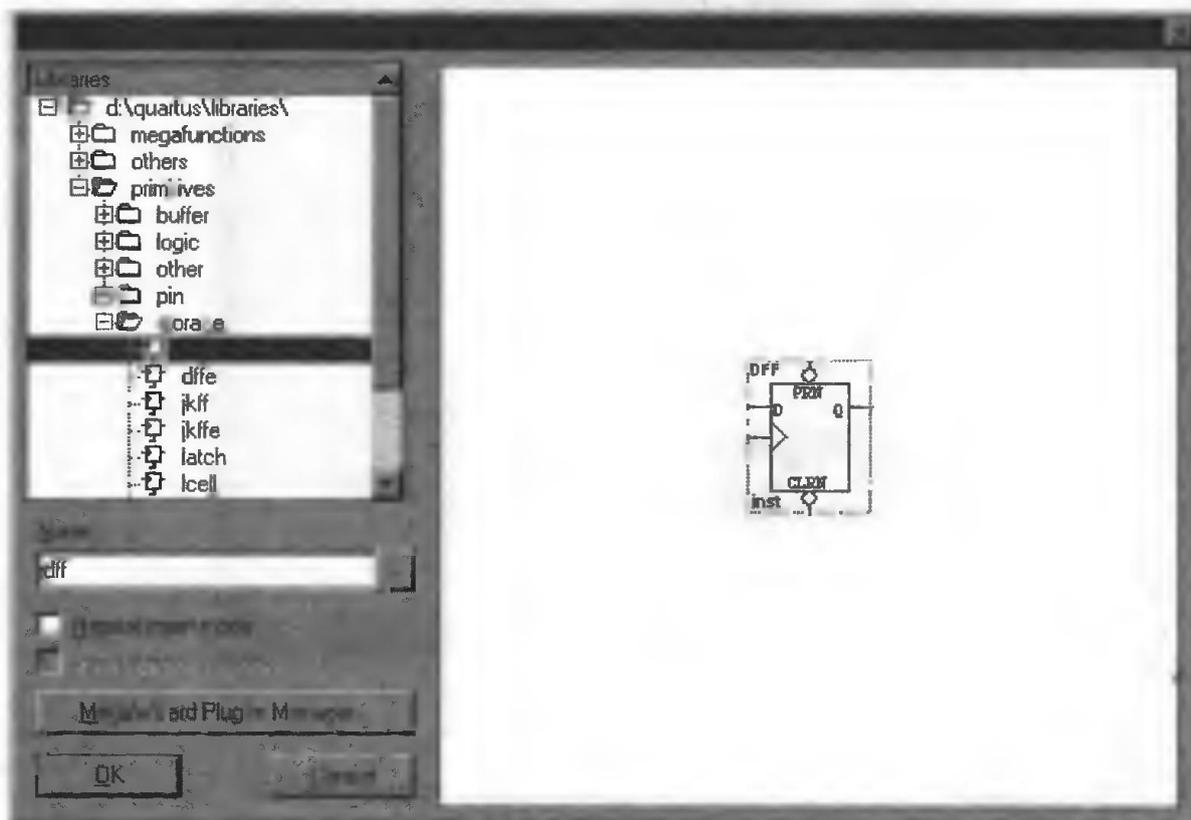

Рис. 3.15
3. В подразделе storage выберите примитив dff (D-триггер). графическое обозначение выбранного примитива появится в правом окне (рис. 3.15).